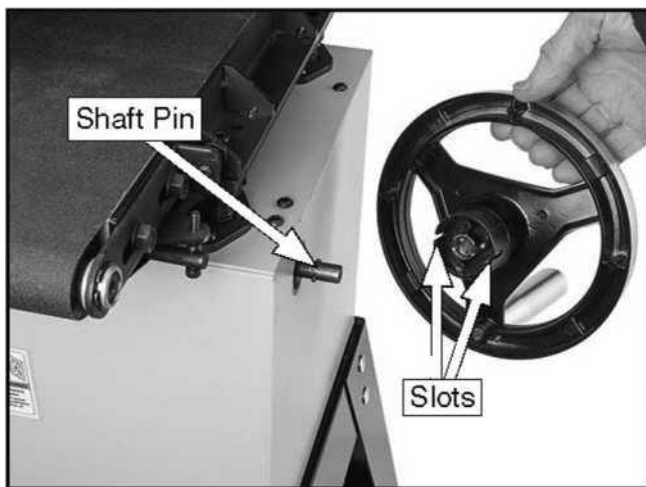

Рисунок 12. Установка маховика подъема стол
15. Наденьте маховик подъема стола на штифт вала (см. рисунок 12).